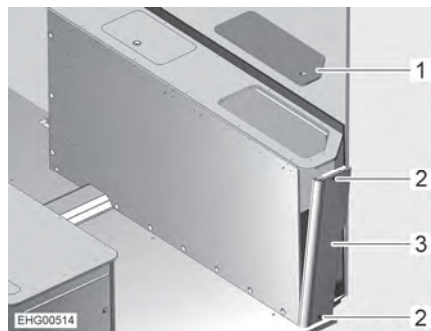

Bild 123 Bettkasten rechts
- Service-Deckel (Bild 123,1) abnehmen.
- 2 Schrauben (Bild 123,2) herausdrehen.
- Von oben in den Bettkasten greifen und Seitenwand (Bild 123,3) leicht nach außen drücken.